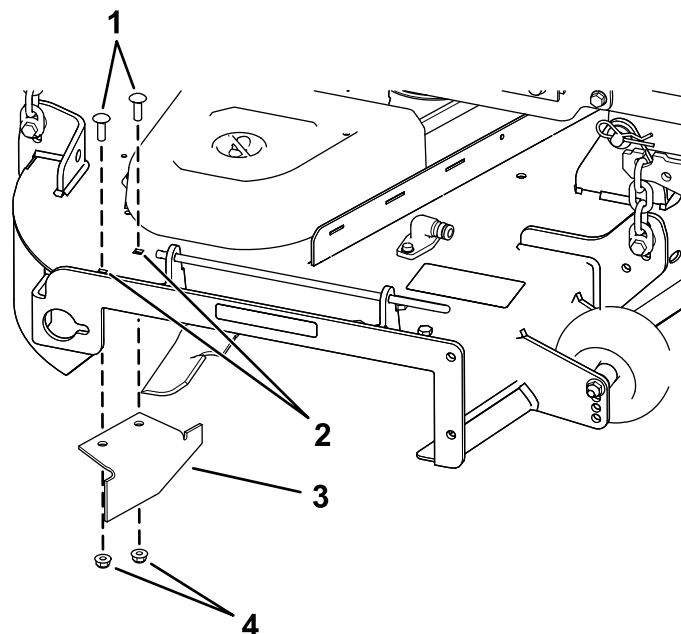

Figura 20
14. Localice el tabique en la bolsa de piezas sueltas, retire las fijaciones de los taladros traseros de la placa de descarga, e instale el tabique en el orificio de descarga lateral de la carcasa del cortacésped (Figura 20).